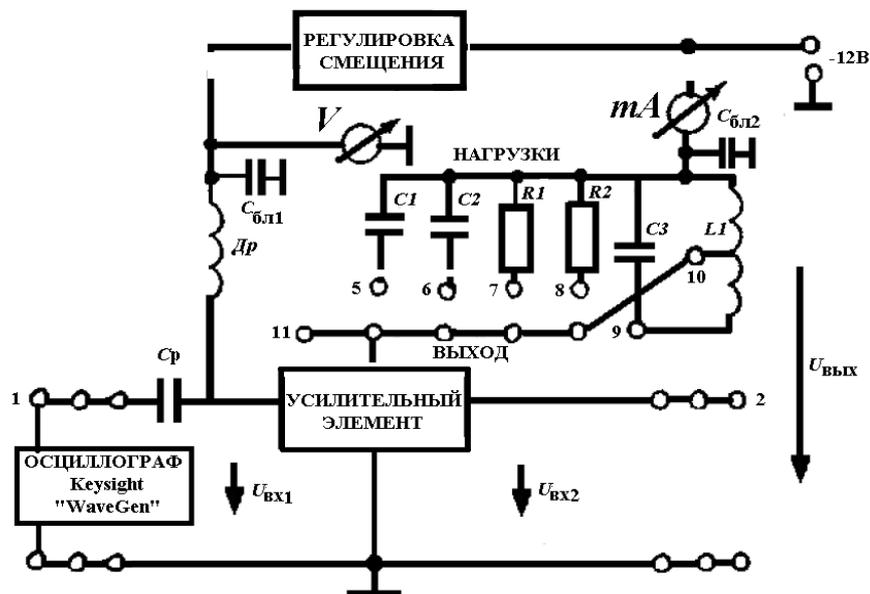

Рис. 1.5 Схема исследования резонансного усилителя
Схема для исследования резонансного усилителя и умножителя частоты приведена на рис. 1.5. На вход усилительного элемента через разделительный конденсатор C_p подается высокочастотный сигнал с выхода встроенного генератора осциллографа **KeySight** (работающего в режиме *WaveGen*); параметры сигнала измеряются при помощи измерительного входа осциллографа **KeySight**. Постоянное напряжение смещения E_{CM} (ручка СМЕЩЕНИЕ на рисунке 1.3) подается через высокочастотный дроссель D_p и измеряется вольтметром, который расположен на панели стенда. Блокировочный конденсатор $C_{6л1}$ шунтирует источник смещения по высокочастотному напряжению. Нагрузка усилительного элемента образована параллельным контуром L_1C_3 с частичным включением.
6.3.4. Соберите схему для исследования резонансного усилителя. (Рис.1.5). Установите значение выбранной в пункте 6.1.3. рабочей точки смещение E_{CM} . В генераторе *WaveGen* осциллографа *KeySight*, установите синусоидальный сигнал и амплитуду входного напряжения равную $V_{pp}=1$ В.